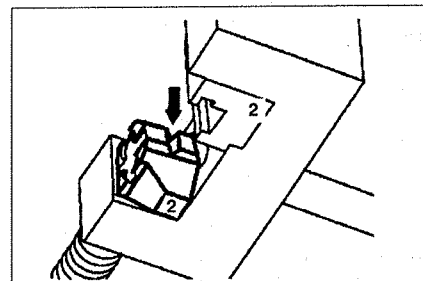

Рис. 2.91. Извлеките сжимающий элемент 2 и переустановите его (стрелка).
10. Извлеките сжимающий элемент 2 и переустановите, установив его на заклепанный профиль (стрелка) (см.рис.2.91).